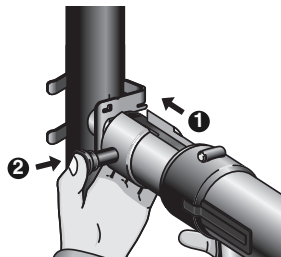

Figure 13 – Engagement de la sertisseuse sur la tête d'évasement
2. Engagez la sertisseuse sur la tête d'évasement, puis fermez la broche de verrouillage (Figure 13). L'appareil ne fonctionnera que lorsque la broche est complètement fermée. Assurez l'alignement et le soutien de la sertisseuse à tout moment. Ne jamais laisser pendre la sertisseuse à partir du tuyau.